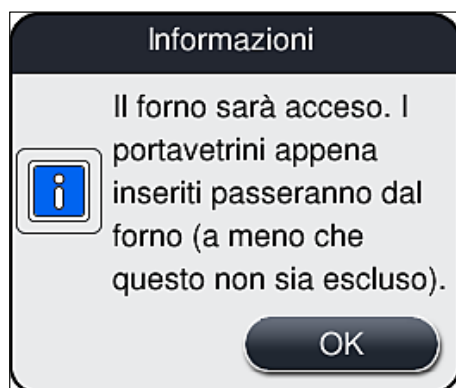

Fig. 35
3. Applicare l'attivazione premendo il pulsante **Salva** (→ Fig. 33-5), prendere nota del successivo messaggio informativo (→ Fig. 35) e confermarlo con **OK**.